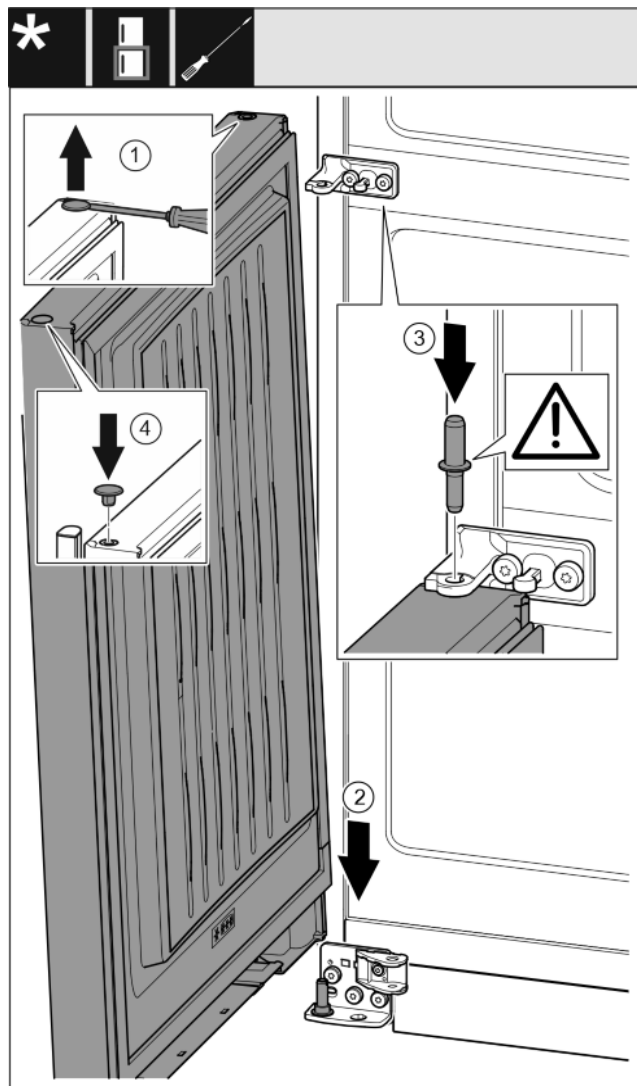

Fig. 32
- ▶ Zátku opatrně nadzvedněte plochým šroubovákem a vytáhněte. Fig. 32 (1)
- ▶ Dveře nasadíte shora na dolní ložiskový čep. Fig. 32 (2)
- ▶ Prostřední ložiskový čep vložte do dolních dveří přes prostřední stojan ložiska. Přitom dávejte pozor, aby zajišťovací vačka směřovala dozadu. Fig. 32 (3)
- ▶ Zátku opět vložte na druhé straně dveří. Fig. 32 (4)